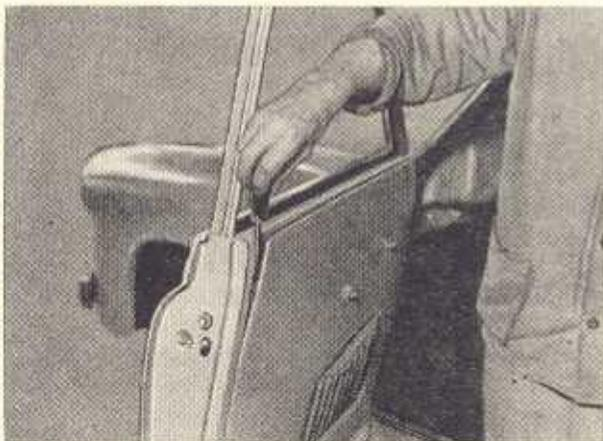

Bild K 2
2. Deckleisten durch Herausrauben der vier Blechschrauben entfernen, Holz- bzw. Blechleisten der Türinnenverkleidung lösen und abnehmen (Bild K 2).